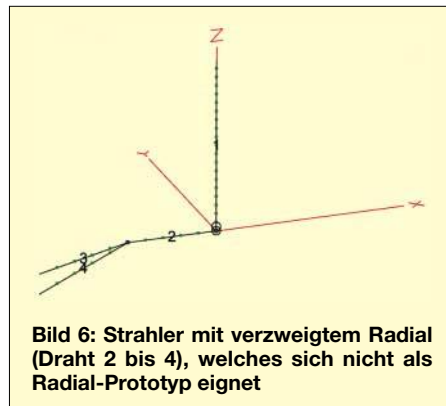

Bild 6: Strahler mit verzweigtem Radial (Draht 2 bis 4), welches sich nicht als Radial-Prototyp eignet
Schaut man sich diesen Radialdraht-Prototyp an, so erkennt man, Bild 6, dass sich dieser Draht nach $x = 1,3$ m in Richtung $z = -0,3$ bzw. $z = -0,6$ verzweigt, Datei (6)Vert1Radspalt(a).ez. Ob das ein sinnvoller Radial-Prototyp ist, steht hier nicht zur Debatte.